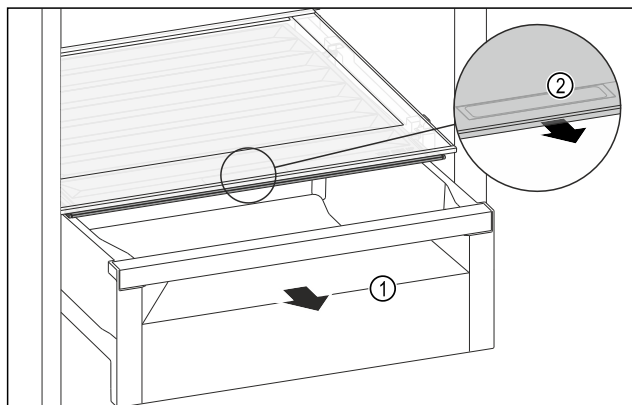

Fig. 188
- Estrarre il cassetto Fig. 188 (1).
- Afferrare la maniglia incassata Fig. 188 (2) sul coperchio dello scomparto e tirare allo stesso tempo in avanti il coperchio dello scomparto.